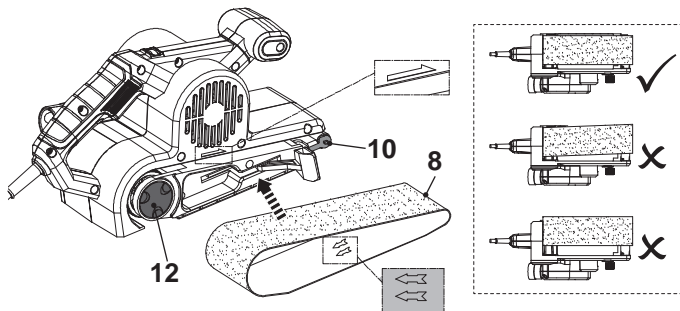

Fig. 2
2. Preste atenção ao sentido de rotação indicado na parte interior do rolo de lixa (8). Alinhe o rolo de lixa (8) de acordo com o sentido indicado na caixa do produto e deslize-o sobre o rolo frontal (10) e o rolo de acionamento (12) (Fig. 2).